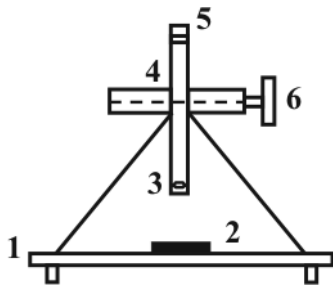

Рис. 5.13
**Описание установки.** Для точного измерения диаметров колец дифракционной картины (фотоснимки электронограммы для золота) используется измерительный микроскоп (рис. 5.13.). На столике микроскопа 1 перед объективом 3 зрительной трубы 4 размещается фотография электронограммы 2, которая рассматривается в окуляр 5. Зрительная труба с помощью микрометрического винта 6 с точностью до 0,01 мм может смещаться в горизонтальной плоскости относительно фотографии.